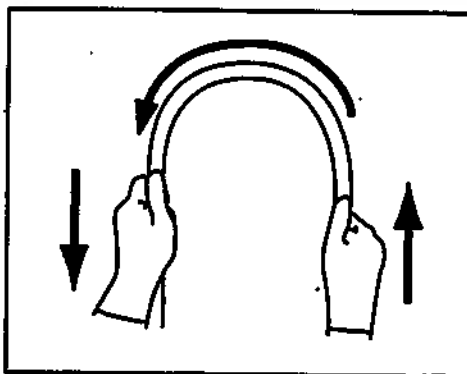

рисунок 3.4
- 5** Обеими руками согните вводимую трубку эндоскопа полукругом. Затем передвигая руки в направлении, указанном стрелками на рисунок 3.4, убедитесь в том, что вводимая трубка пластична и легко сгибается в полукольцо по всей длине.